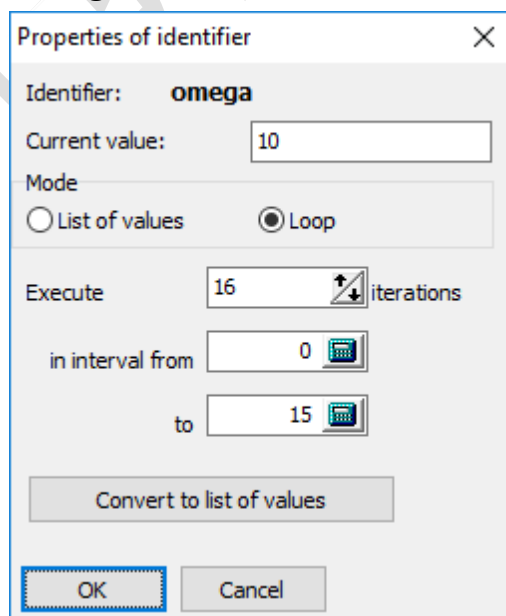

图 2.10 外部激励的频率
4. 在右侧参数表点击参数符号 **omega**，弹出 **Properties of identifier** 属性界面，如图 2.10 所示。
5. 选择 **Loop** 模式，并按图 2.10 所示设置参数值。点击 **OK**，这样就定义了从 **0** 到 **15** 共 **16** 个参数值。